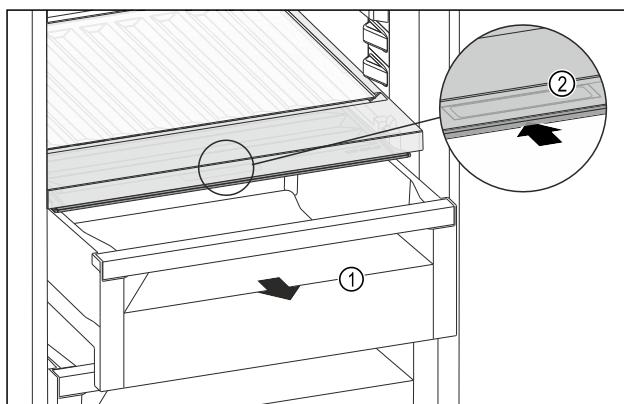

Fig. 119
- Извлеките выдвижной ящик Fig. 119 (1).
- Возьмитесь за утопленную ручку Fig. 119 (2) на крышке отделения и одновременно введите крышку отделения назад.